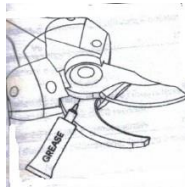

Fig. 6
3. Applicare il grasso tra la lama mobile e quella fissa (Fig. 6) con la pipetta in dotazione.